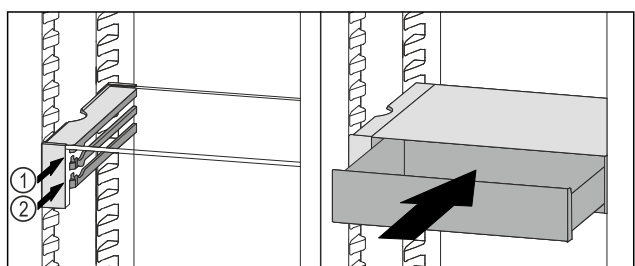

Fig. 76
- ▶ 将 VarioSafe 抽屉放置在所需肋梁 Fig. 76 (1) 或 Fig. 76 (2) 上的止动器后面。